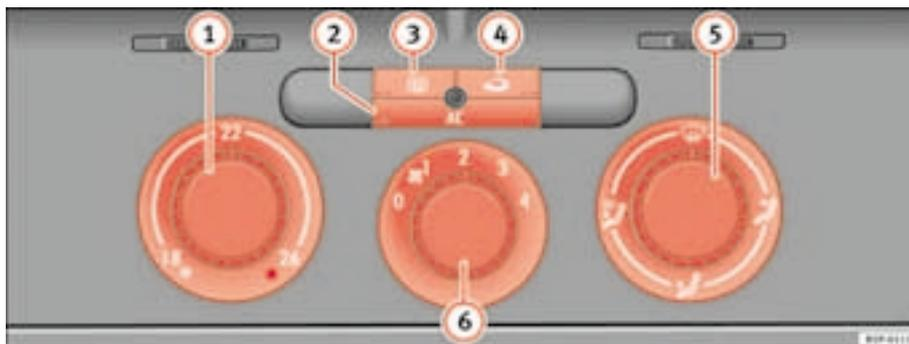

Fig. 122 Mandos del Climatic en el tablero de instrumentos
- Con los reguladores ⇒ fig. 122 ① y ⑤ y con el mando ⑥ se regula la temperatura, la distribución del aire y la velocidad de la turbina.
- Pulse la tecla ②, ③ o ④ para activar o desactivar la función correspondiente. Cuando la función está activa, la ventana situada en la esquina inferior de la tecla se ilumina.
- ① Regulador de temperatura ⇒ página 158
- ② Tecla **AC** – Encender o apagar el grupo refrigerador ⇒ página 158
- ③ Tecla – Luneta térmica. Esta función se apaga automáticamente aproximadamente 20 minutos después de haberla conectado. Se puede desconectar antes pulsando de nuevo la tecla.
- ④ Tecla – Recirculación de aire ⇒ página 160
- ⑤ Regulador de la distribución de aire ⇒ página 158
- ⑥ Mando de la turbina. El caudal de aire tiene 4 niveles de ajuste. La turbina debería funcionar siempre en el nivel más bajo cuando se circule a poca velocidad. ▶
- Encienda el climatizador con la tecla ⇒ página 157, fig. 122